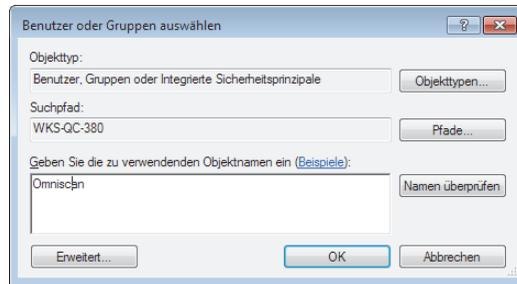

Abbildung 7-32 Dialogfeld Benutzer oder Gruppen wählen (Windows 7)
11. Klicken Sie im Dialogfeld **Benutzer oder Gruppen wählen** auf die Schaltfläche **Pfade** (siehe Abbildung 7-32 auf Seite 245).
13. Geben Sie in das Feld **Geben Sie die zu verwendenden Objektnamen ein** des Dialogfelds **Benutzer oder Gruppen wählen** das Wort **Omniscan** ein (siehe Abbildung 7-32 auf Seite 245) und klicken Sie dann auf **OK**.